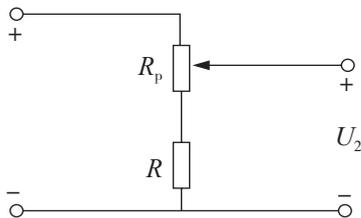

图 1-41 简答题 2 电路图
2. 采用串联电阻的分压作用实现音量调节的电路如图 1-41 所示。设信号输入电压  $U_1=2\text{ V}$ , 电阻  $R=510\ \Omega$ , 电位器的阻值  $R_p$  可在  $0 \sim 5.1\text{ k}\Omega$  范围内连续调节, 试计算输出电压  $U_2$  的调节范围。